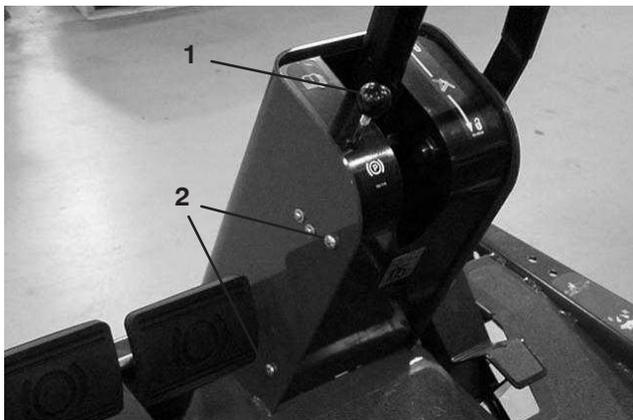

Figure 61
1. Retirez le bouton du frein de stationnement et les vis du couvercle de la colonne de direction (Fig. 61).